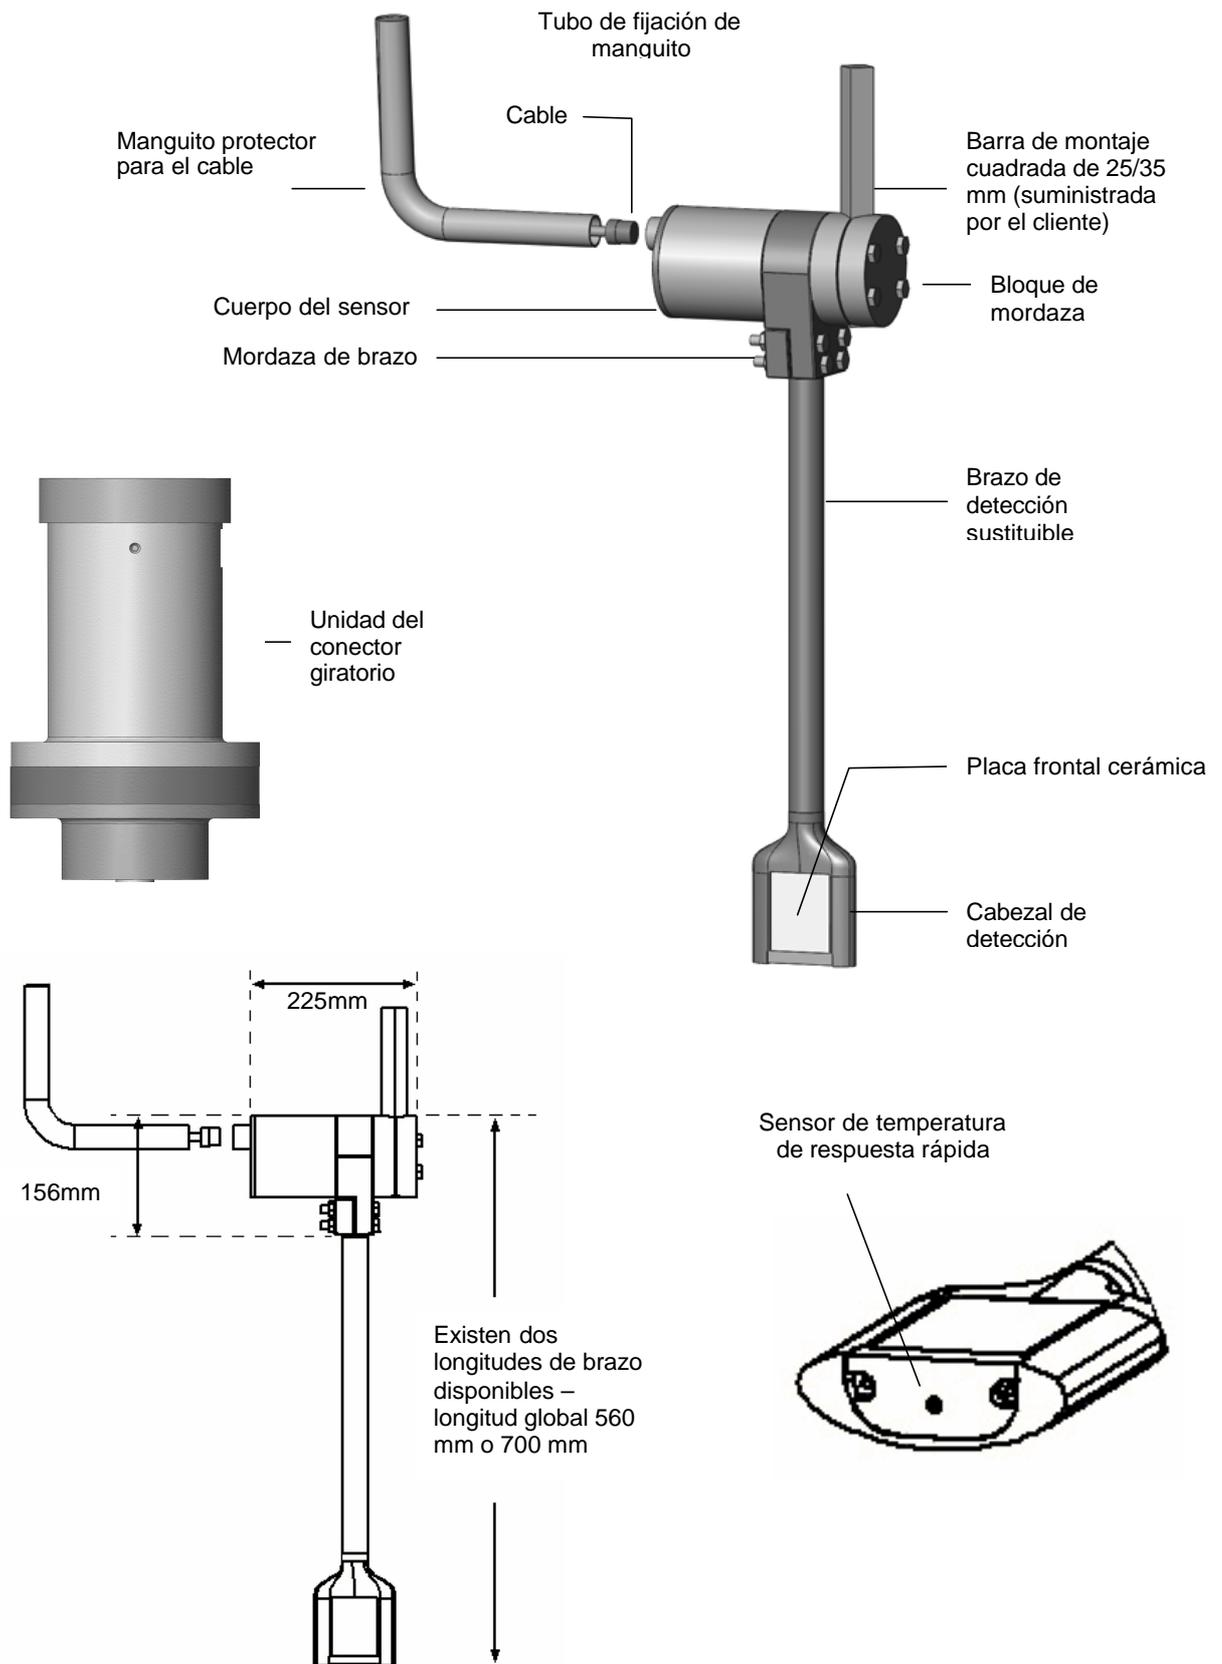
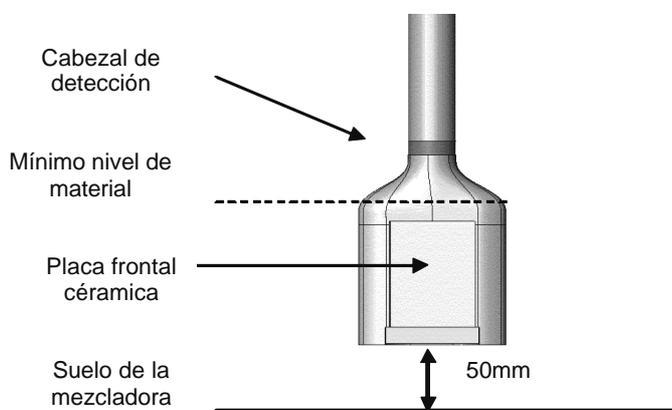

Figura 1 – Hydro-Probe Orbiter con conector giratorio
Figura 8 – Ajuste de altura del brazo de detección
El Hydro-Probe Orbiter está disponible en varias longitudes. Las longitudes estándar son 560 mm o 700 mm. Tenga en cuenta que esta longitud se refiere a la altura global del Hydro-Probe Orbiter, según se indica en la Figura 1. **Es posible fabricar otras longitudes bajo pedido.**
Una característica adicional incluida con el brazo de detección más largo (700mm) es un anillo de refuerzo que se instala sobre la parte superior del brazo; véase la Figura 1.
- Los brazos de detección están disponibles en 2 longitudes (Figura 1) y el sensor debe instalarse de forma que haya un hueco de 50mm entre la parte inferior del cabezal de detección y el suelo de la mezcladora (Figura 8).
La altura recomendada para las aplicaciones típicas es 50mm por encima del suelo de la mezcladora (Figura 8). Esta altura se puede ajustar con el alineador de ángulos, que tiene una anchura de 50mm.